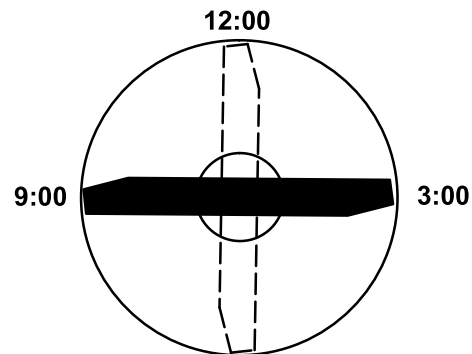

Bild 71
- Positionieren Sie die Schnittkante der markierten Messerseite in die 12-Uhr-Stellung (geradeaus in Mährichtung) und messen die Höhe vom Tisch bis zur Schnittkante (Bild 71).
- Drehen Sie die markierte Seite des Messers auf die 3- und die 9-Uhr-Stellung und messen Sie die Höhe (Bild 71).